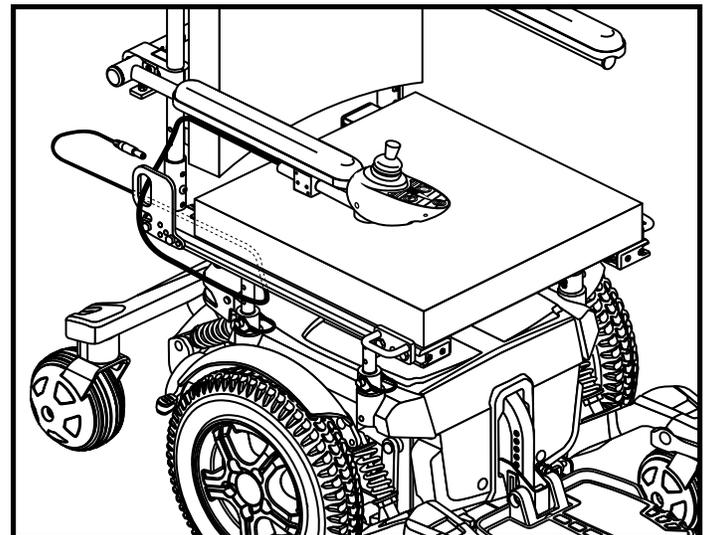

Figure 12. Contrôleur Remote Plus , câble passé sur siège spécialisé
4. Installez le contrôleur et passez le câble vers l'arrière de la base motorisée. Voir la figure 12 ou 13.